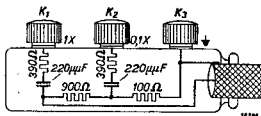

Fig. 4
Deze bestaat uit een serie-schakeling van een condensator van $220 \mu\mu\text{F}$ en een weerstand van 390 ohm (zie fig. 4).
- Fig. 4 Aanzicht van de service oscillator.